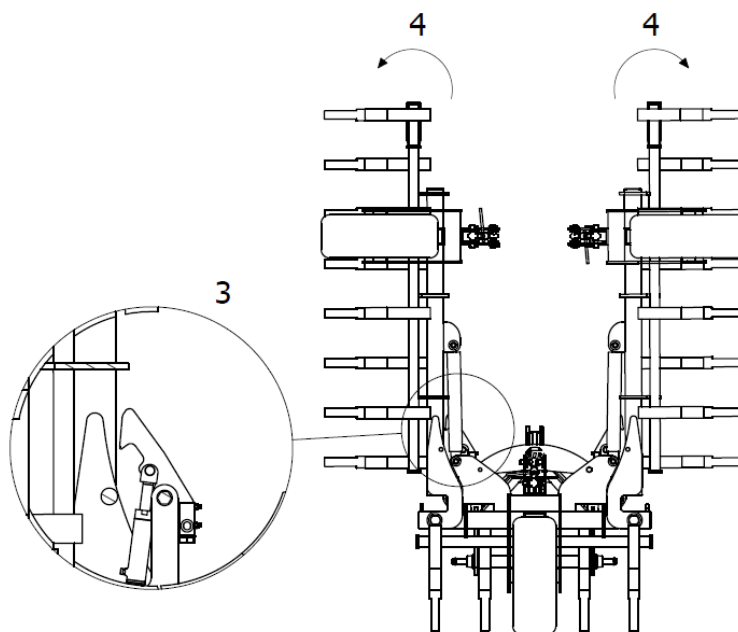

Abb. 5 Reihenfolge der Öffnung der Maschine: 3 - den Haken der hydraulischen Flügelverriegelung lösen, 4 - die Flügel der Maschine öffnen.
3. Nachdem Sie sich vergewissert haben, dass der Haken der hydraulischen Flügelverriegelung die Entriegelung der Maschinenflügel ermöglicht, können Sie diese vollständig öffnen (Abb. 5).